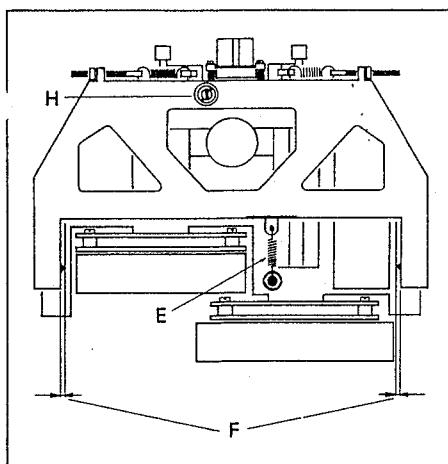

Fig. 3.3
- Kontrollieren, ob die beiden Gewindestifte an den Drehpunkten des Schwenkträgers so eingestellt sind, dass auf beiden Seiten der Abstand Schwenkträger – Doppelkapstanguss [F] gleich gross ist (Fig. 3.3).
- Die Eintauchtiefe wird mit der Einstellschraube [H] (Fig. 3.3) so eingestellt, dass das andere Ende des Mess-Schiebers sich im Bereich der eingefrästen Markierung befindet.
- Ensure that the two headless setscrews at the pivoting point of the carrier are adjusted in such a manner that the clearance between pivoting carrier and dual capstan casting [F] is identical on both sides (Fig. 3.3).
- Adjust engaged length by adjusting screw [H] (Fig. 3.3) in such a manner that the opposite end of the measuring slide is located within the area of the milled marking.
- Les tiges filetées des points de rotation doivent être réglées de telle façon que la distance entre le support pivotant et le châssis du double cabestan [F] soit la même de part et d'autre (fig. 3.3).
- Ajustez la profondeur de pénétration à l'aide de la vis [H] (fig. 3.3) de façon à ce que l'autre extrémité du curseur soit en face du repère fraisé.